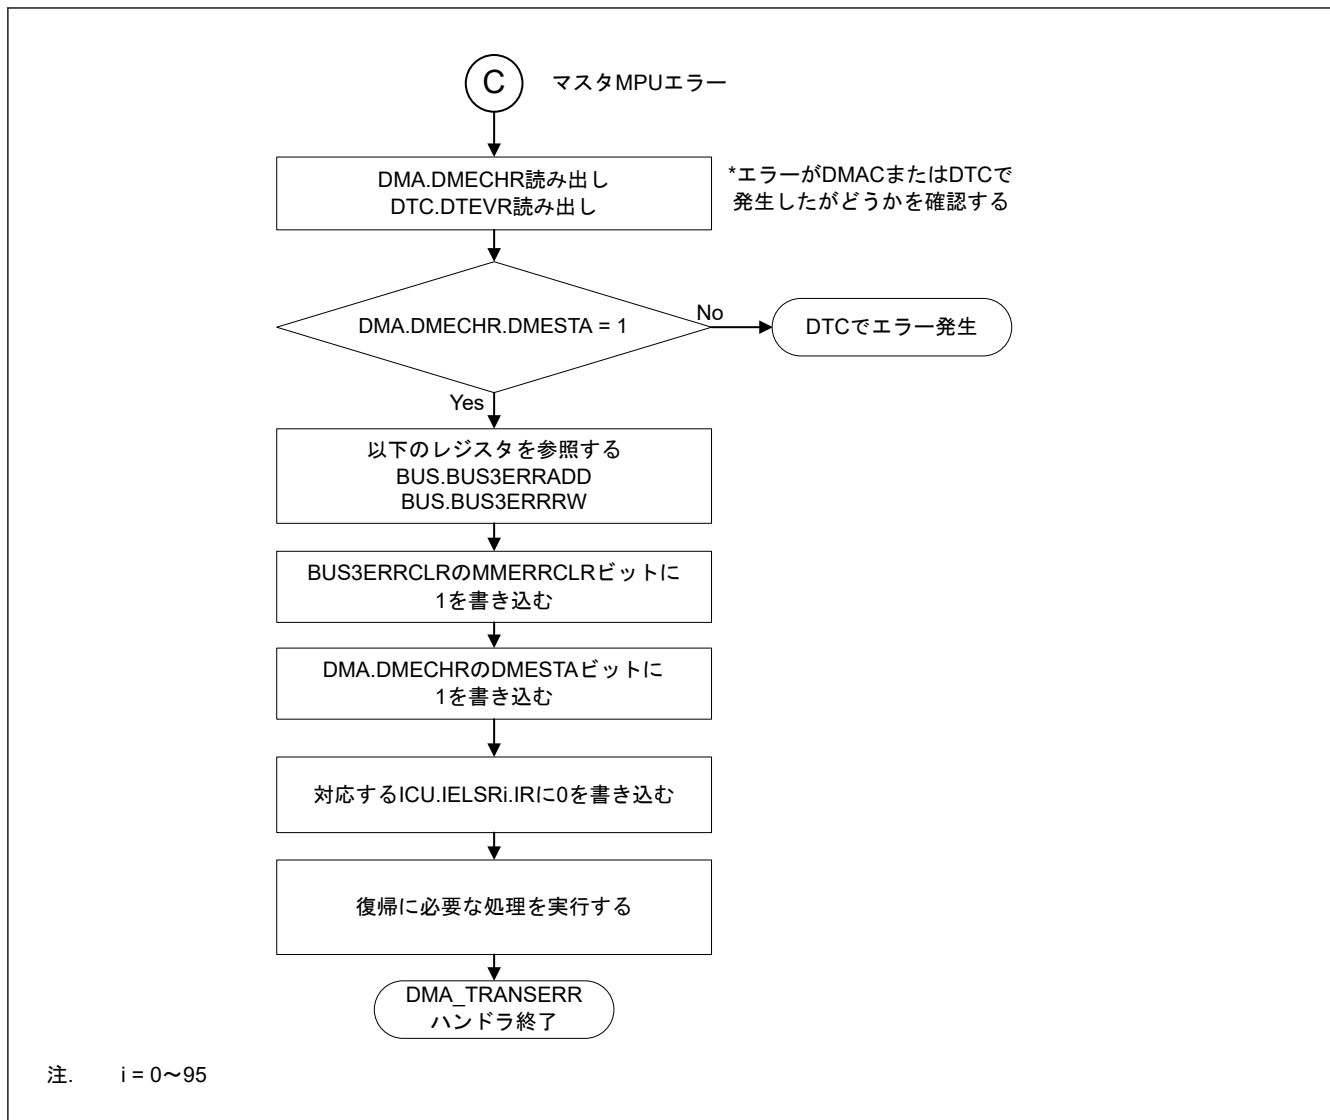

図 16.30 マスタ MPU エラーによる DMA\_TRANSERR ハンドラの処理
- 図 16.30 に DMAC のマスタ MPU エラーが発生したチャンネルとセキュリティ属性を確認するフローを示します。